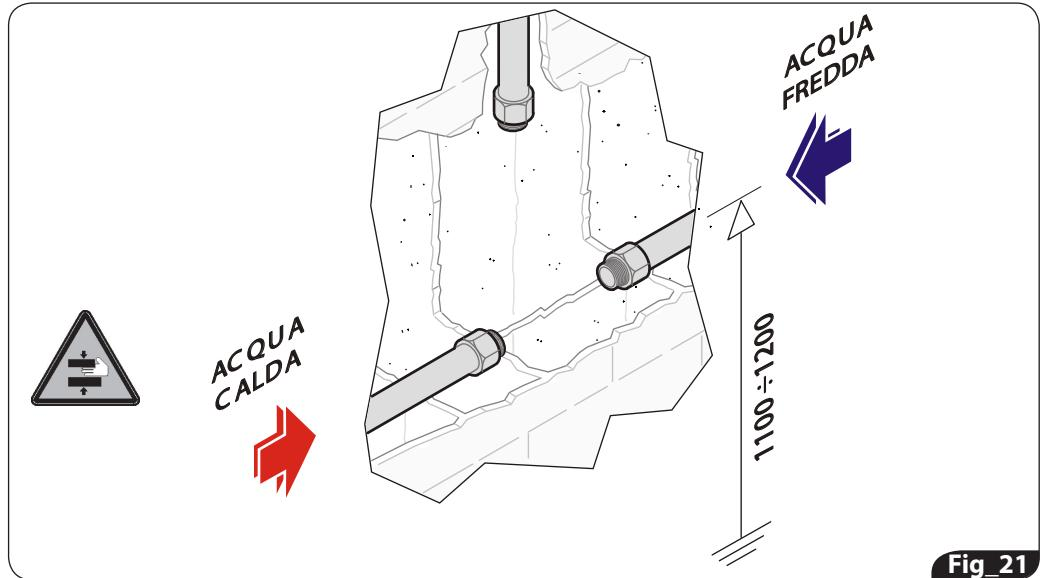

Fig. 21
5. Alloggiare i tubi idraulici per l'alimentazione dell'acqua fredda nella parte inferiore destra e dell'acqua calda nella parte inferiore sinistra. Nella parte superiore, alloggiare i tubi idraulici per l'erogazione ai servizi secondo la configurazione. (fig. 21/23/25/27/29) (deviatore).